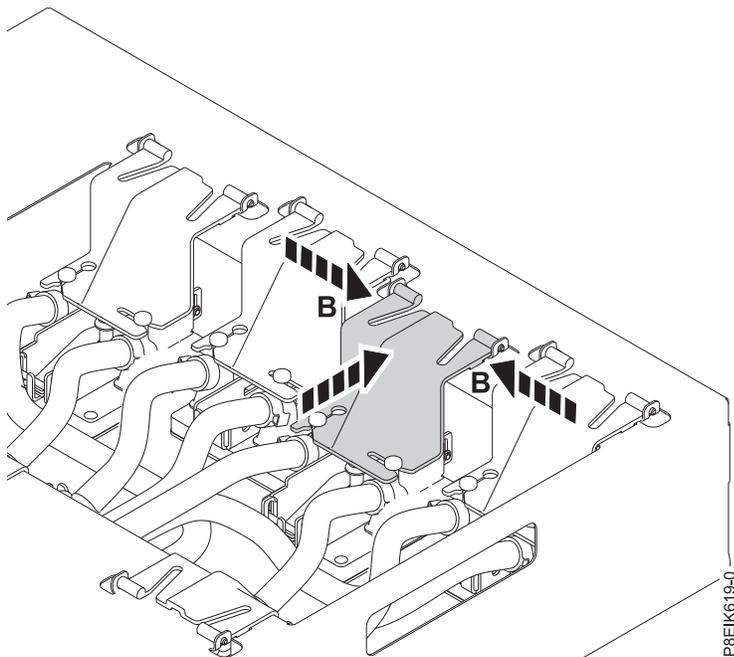

図 31. キャリアへのホルダーの再取り付け
- d. ホルダーの両側を指先で挟み付けて (27 ページの図 31の **(B)** を参照)、キャリアに再取り付けします。